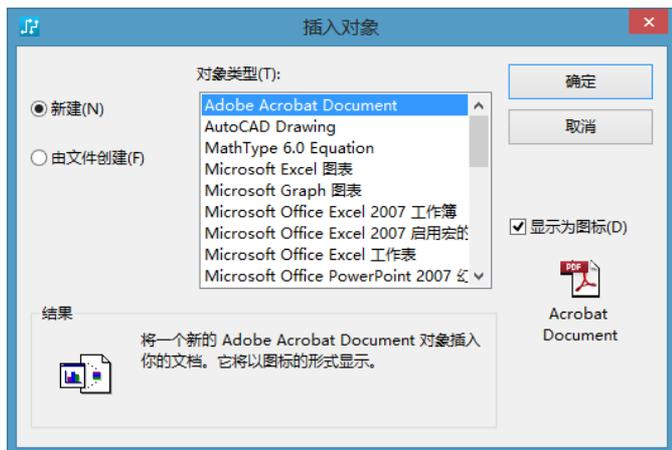

图 6-25 “插入对象”对话框
(1) 插入新对象 在当前设计中插入“OLE”对象，“插入对象”对话框如图 6-25 所示。